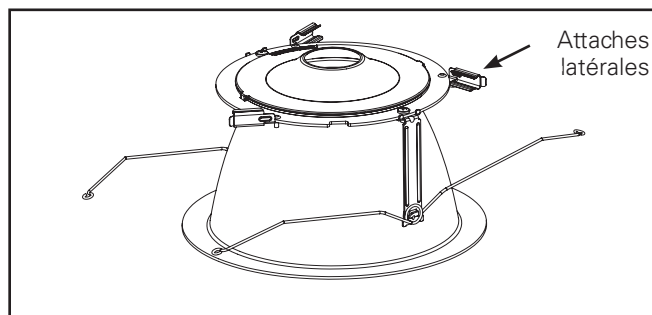

Figure 4
- Retirez l'assemblage de la garniture de l'emballage protecteur et tournez les attaches latérales (3) vers l'extérieur. (Figure 4).